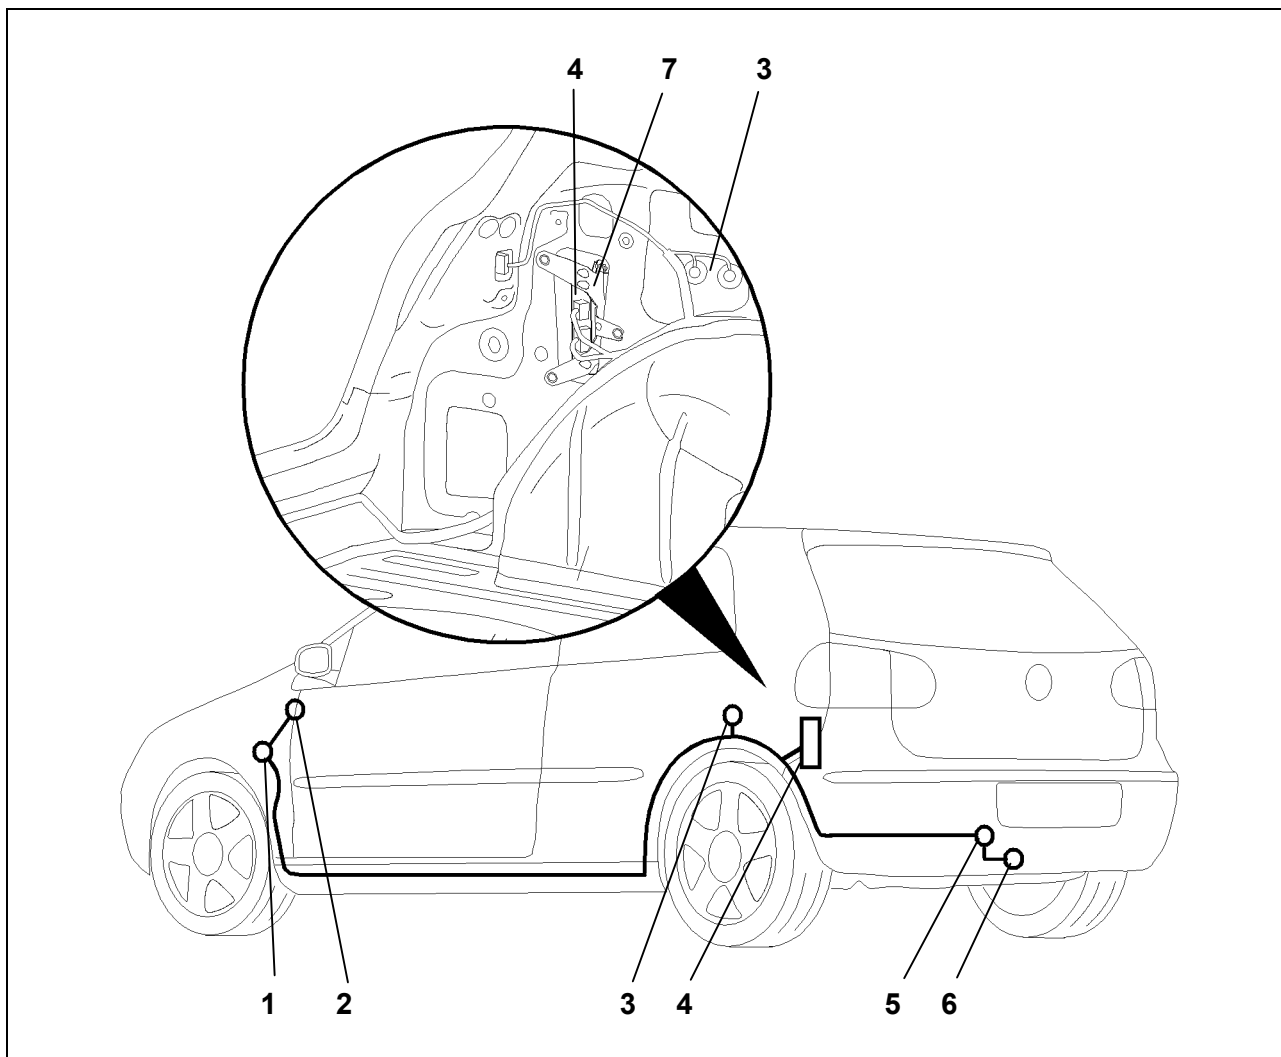

Fig. 1 - Schema di montaggio
3. Rimuovere la copertura del foro da 40 mm a sinistra, in prossimità del centro del veicolo, della lamiera posteriore del bagagliaio (fig. 1/5).
4. Con la vite M6 fornita in dotazione, fissare il modulo di collegamento rimorchio alla lamiera di supporto fornita in dotazione (fig. 1/7).
5. Con i dadi a scatto e le viti forniti in dotazione, fissare quest'unità sul punto previsto a sinistra all'interno del bagagliaio (fig. 1/7).
6. Far passare dall'esterno il terminale del cavo con lo spinotto a 16 poli e l'occhiello attraverso il passacavi e portarlo fino al modulo di collegamento rimorchio (fig. 1/4).
7. Infilare la bussola di gomma nel foro di passaggio cavi (fig. 1/5).
8. Portare l'estremità della presa del fascio cavi alla lamiera portapresa (fig. 1/6)
10. Fissare la presa al supporto (fig. 1/6) mediante le viti fornite in dotazione.
11. Inserire e bloccare in posizione il corpo della spina a 16 poli nel relativo connettore del modulo di collegamento rimorchio (fig. 1/4).
13. Collegare i cavi marrone e marrone/bianco con occhielli alla massa del veicolo (fig. 1/3).
14. Posare il fascio cavi lungo i fasci cavi / canali del veicolo fino alla zona della centralina di comando della rete di bordo anteriore sinistra (fig. 1/1).